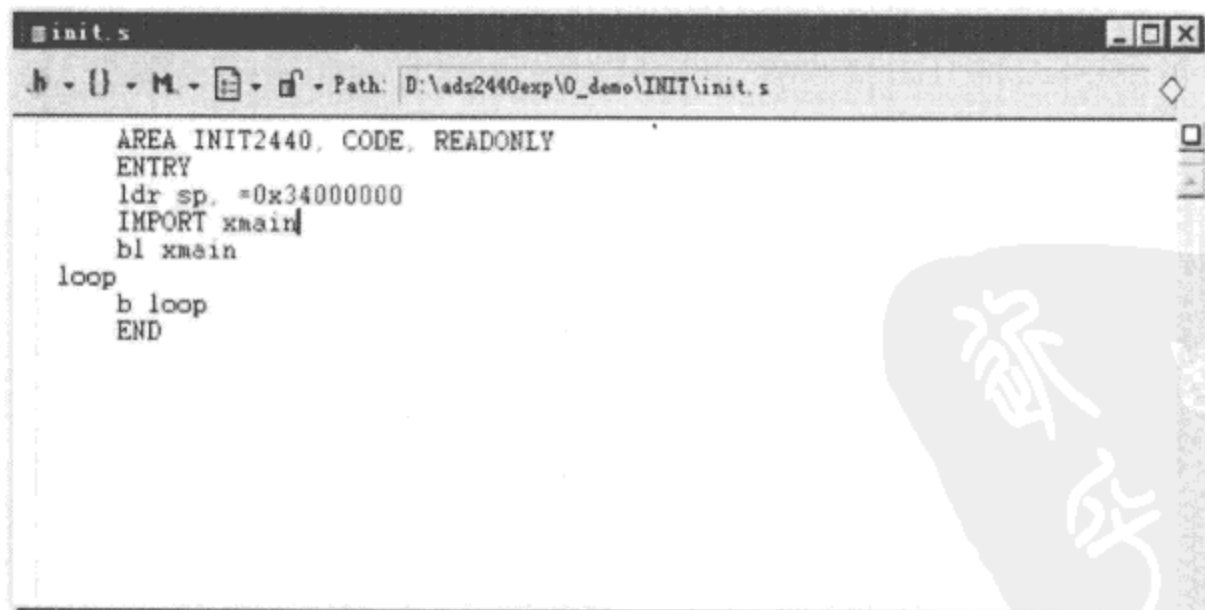
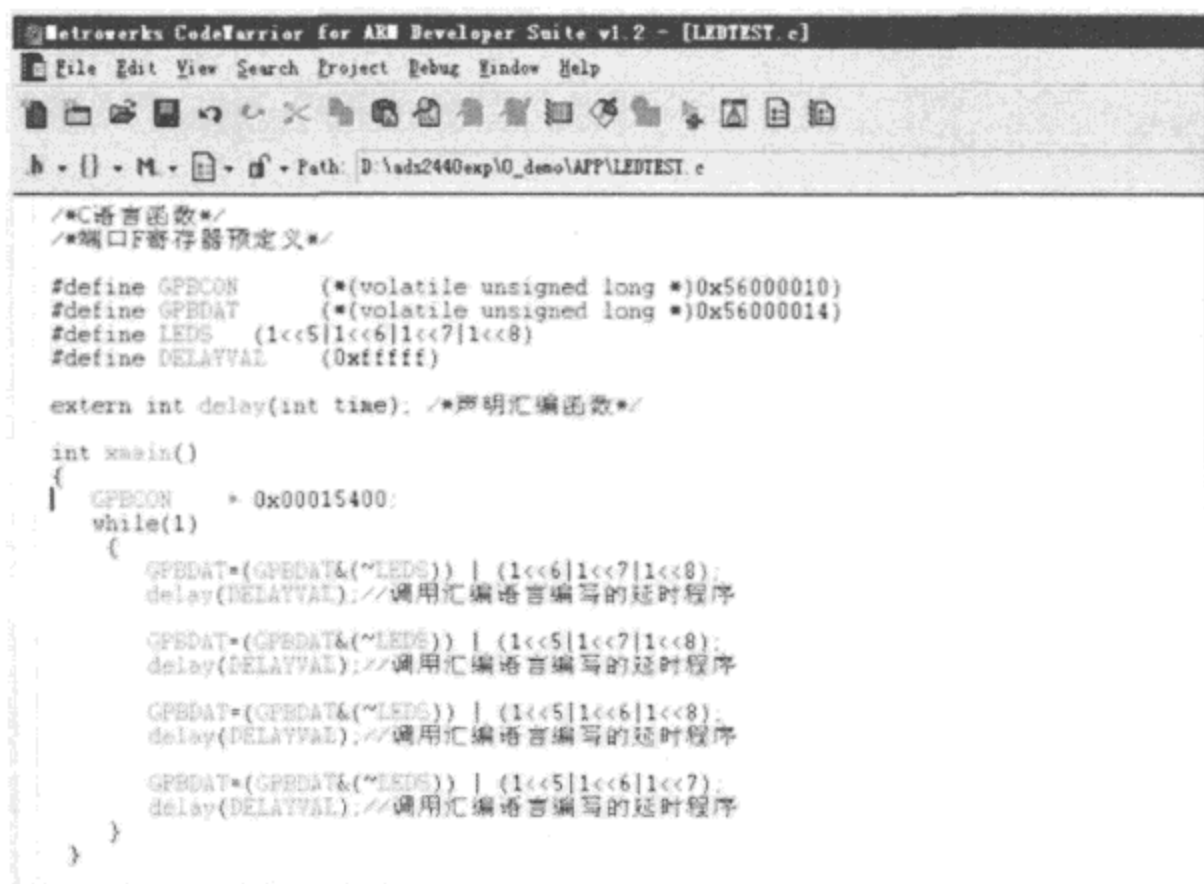

图 1-13 编辑汇编源代码
图 1-14 编辑 C 源代码
7. 编辑汇编和 C 的源代码(图 1-13、图 1-14)